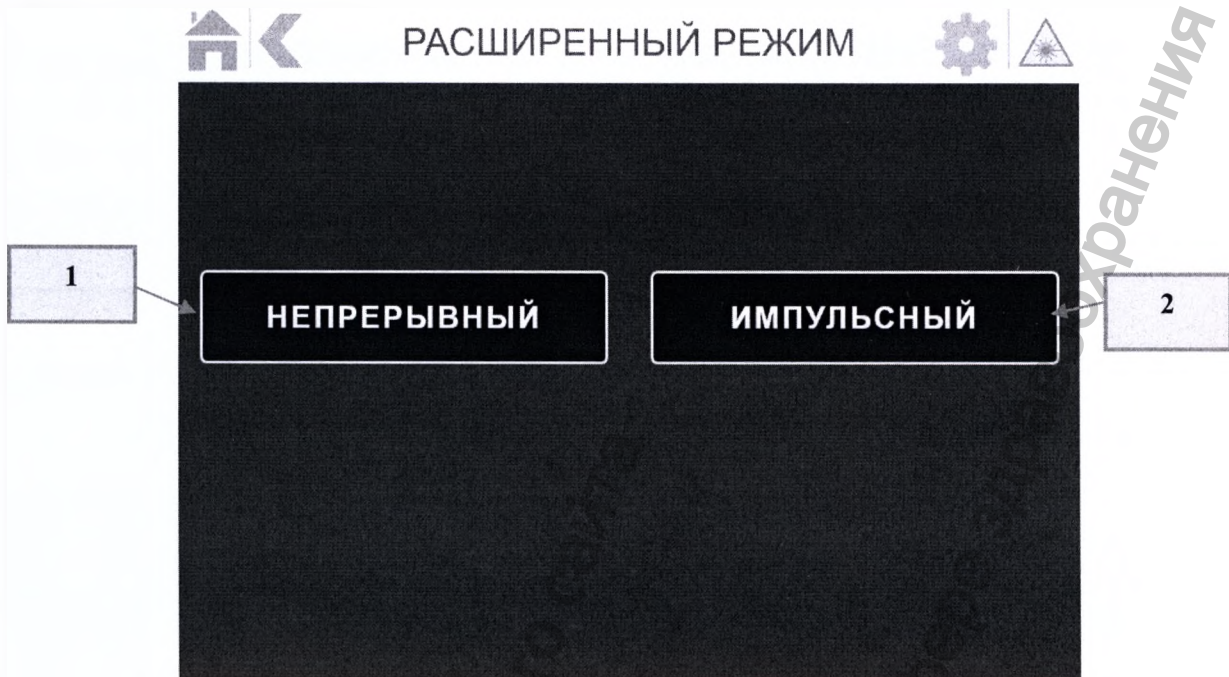

Рисунок 22. Экран выбора типа «Расширенного режима»
Для оперативных вмешательств, для которых предустановленные режимы не предусмотрены, или для самостоятельной установки всех параметров лазерного излучения необходимо выбрать иконку (7) на экране выбора области применения (рис. 10). На открывшемся экране выбрать тип необходимого режима излучения: непрерывный или импульсный (рис. 22).
Если для оперативного вмешательства требуется использование импульсно-периодического лазерного излучения с длиной волны 1,94 мкм или 1,55 мкм (или совместно), то необходимо выбрать иконку (2) (рис. 22).